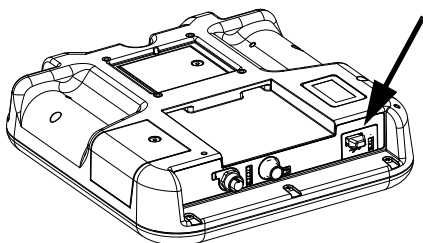

FIG. 42 : Port USB de l'ADM
1. Introduire une clé USB dans le port USB (BL). Voir FIG. 42 à la page 63.
3. Enlever la clé USB du port USB (BL).